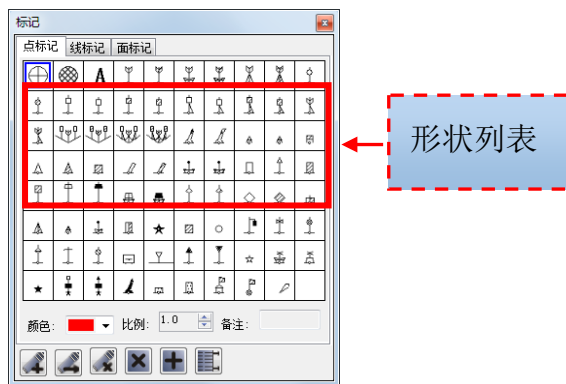

图 10-3 点标记
**编辑点标记：**点击编辑按钮，鼠标选中需要编辑的点标记，进入编辑模式，并出现点标记编辑工具栏(如图 10-3 所示)，【移动】可以鼠标拖动选中的点标记位置，【设置点坐标】可以修改选中的标记坐标，【删除】可以删除选中的点标记。此外，在编辑状态下，选择点标记形状列表中的形状图标，可以修改选中的点标记形状；选择颜色，可以修改选中的点标记颜色；设置显示比例，可以修改选中的点标记的显示比例，点击【退出】或鼠标右键结束编辑点标记。